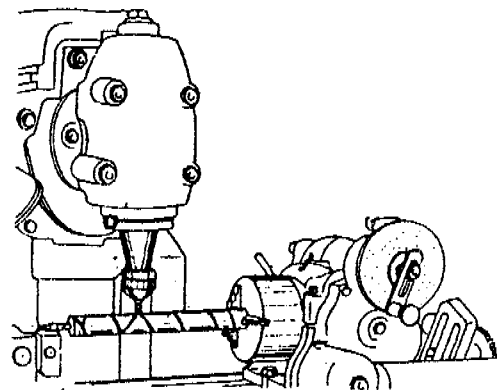

Figura 8
*Montaje entre plato y punto ( Figura 8 ).*